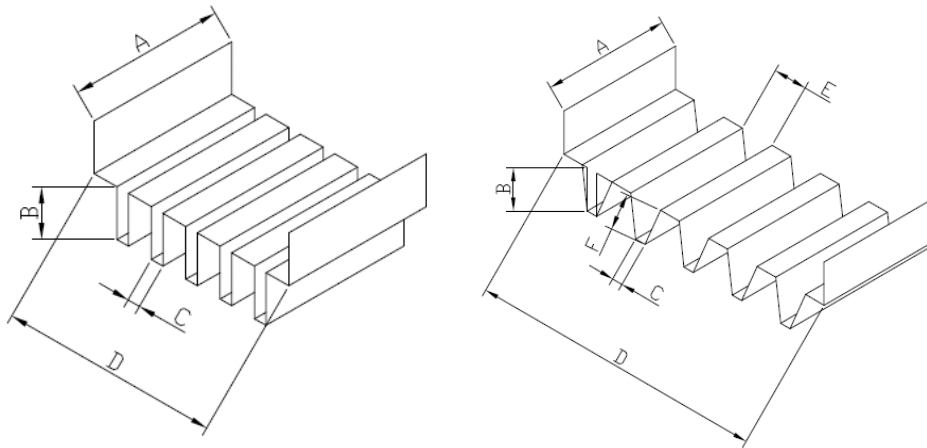

Figure 1 : Illustration des mesures pour une casserole à plis droits (gauche) et ouverts (droite)
2. En suivant les instructions sur la figure 1 et le tableau 1, noter les dimensions d'une casserole à plis. Dans le chiffrier de calcul, il est important de cocher le type de plis (droit ou ouvert) et de remplir la colonne appropriée.